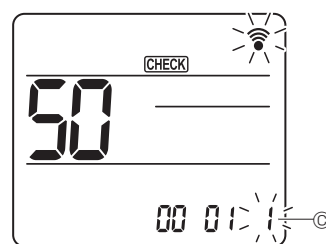

Fig. 6-19
- ④ Velge innstillingsnummer
- Bruk [50]-knappen for å endre innstillingen nummer C. (Fig. 6-19)
- ⑤ Velge flere funksjoner kontinuerlig
- Gjenta valg ③ og ④ for å endre flere funksjonsinnstillinger kontinuerlig.
- ⑥ Komplette funksjonsvalg